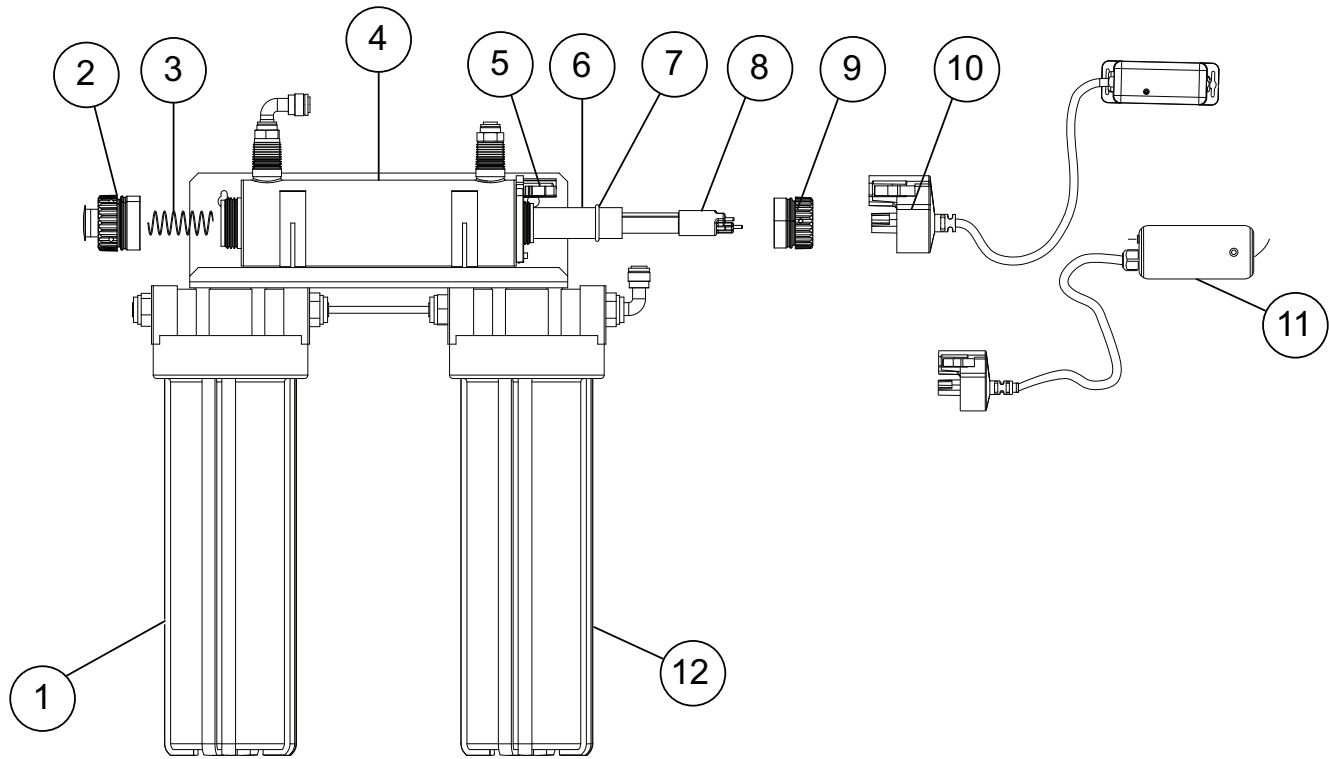

Figure 1 Composants du système
3. Fixer le système au mur à l'aide des deux trous de fixation à l'arrière du système UV avec les dispositifs de fixation appropriés. Consultez la Figure 1.
6. La source d'alimentation fournie avec votre système UV doit être dans un rayon de cinq (5) pieds d'une prise électrique. NE PAS utiliser de prise qui peut être mise hors tension (ie une sortie d'élimination des déchets). Brancher le connecteur de lampe à la lampe UV, faire glisser le connecteur sur l'écrou de blocage. Brancher le ballast dans la prise et s'assurer que l'affichage DEL DE MISE SOUS TENSION s'allume.